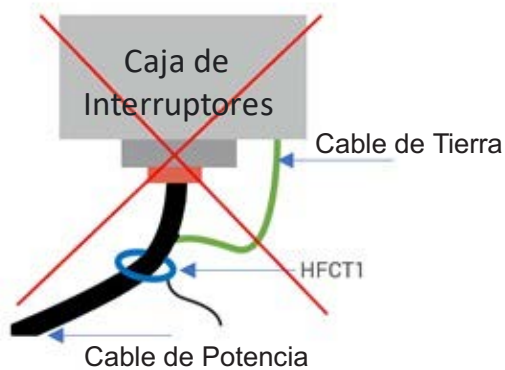
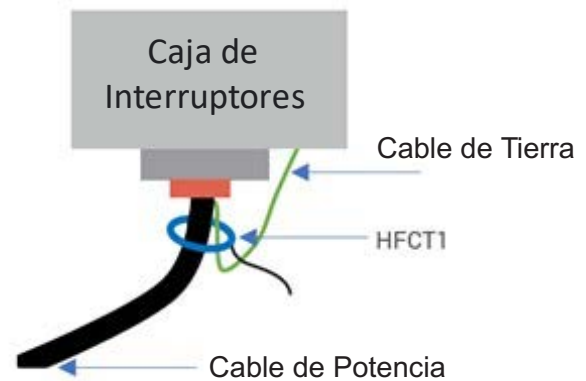

Figura 5
Figura 6
3. Monitoreo el conductor de línea y de tierra dentro de la cubierta y del cable de tierra externo a la cubierta cuando se pasa de nuevo a través del HFCT (Figura 6).
Si el HFCT se coloca sobre el conductor de línea y el cable de tierra al mismo tiempo, las corrientes de descarga se anulan (Figura 5). El método para contrarrestar este efecto se muestra en la Figura 6.